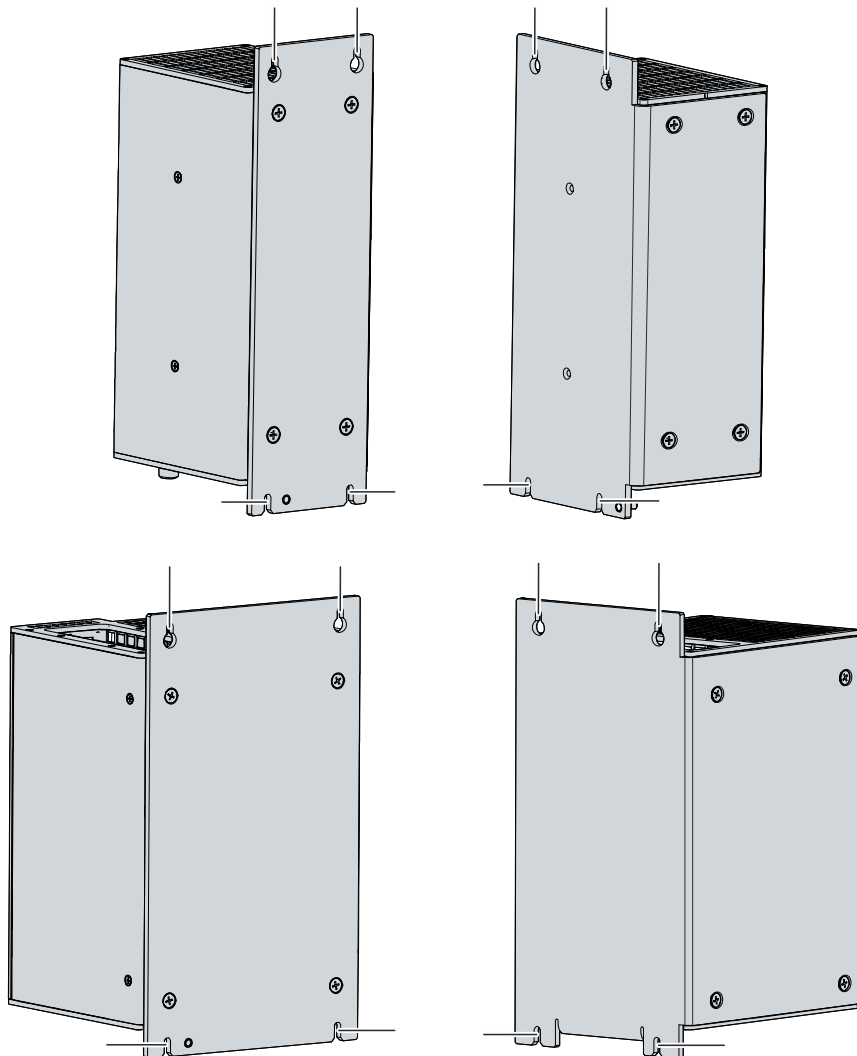

図 22: 制御盤からの取り外し
2. PC を持ち上げ、取付ネジがキーホールにはまるようにします(図 22 参照)。